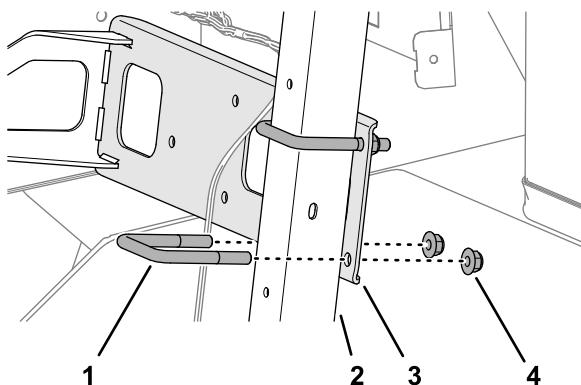

Figura 76
4. Monte provisionalmente el soporte del distribuidor en el tubo de sujeción del salpicadero (Figura 76) con 2 abrazaderas (3/8") y 4 contratuercas con arandela prensada (3/8").